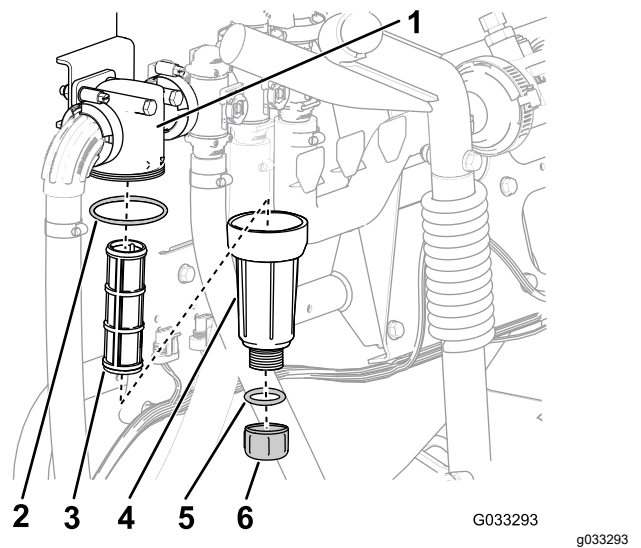

Bild 30
2. Stellen Sie eine Auffangwanne unter den Druckfilter (Bild 30).
3. Drehen Sie die Ablassschraube nach links und nehmen sie von der Glocke des Druckfilters ab (Bild 30).
4. Drehen Sie die Glocke nach links und nehmen den Filterkopf ab (Bild 30).
5. Entfernen Sie den Druckfiltereinsatz (Bild 30).
7. Prüfen Sie die Dichtung für die Ablassschraube (in der Glocke) und die Dichtung für die Glocke (im Filterkopf) auf Beschädigungen und Abnutzung (Bild 30).
8. Setzen Sie den Druckfiltereinsatz in den Filterkopf ein (Bild 30).
9. Befestigen Sie die Glocke am Filterkopf und ziehen sie mit der Hand an (Bild 30).
10. Befestigen Sie die Ablassschraube am Anschlussstück unten an der Glocke und ziehen sie mit der Hand an (Bild 30).